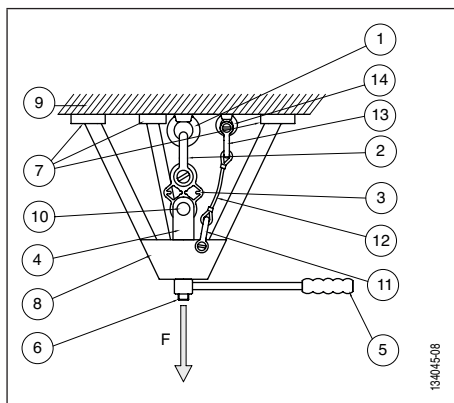
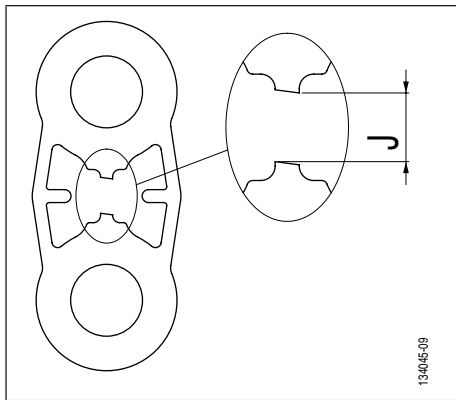

Fig. 6
Fig. 7
⚠ DANGER: Pour tester un point d'ancrage à l'aide de la plaquette de test TA, l'opérateur doit impérativement utiliser un appareil de mise en charge de type trépied à actionnement manuel qui aura été spécifiquement étudié et dimensionné en vue de pouvoir être utilisé pour la mise sous charge de traction sans risque du point d'ancrage à tester (Fig. 6) ou tout autre appareil de mise sous charge de traction de la plaquette de test TA spécialement étudié et dimensionné pour être utilisé en toute sécurité.
L'ensemble des vérifications avant installation décrites ci-dessous, fait référence à la Fig. 6.
L'ensemble de la procédure décrite ci-dessous, fait référence à la Fig. 6.
DANGER: Le jeu 'J' maximum (Fig. 7, page 13) ne doit pas dépasser 15 mm.
1. Augmenter progressivement la charge en agissant sur l'appareil de mise en charge (Fig. 6, page 12, repère 8). L'opérateur devra impérativement regarder en permanence la plaquette afin de pouvoir stopper la mise en charge juste après la rupture de la section 'S' de la plaquette (Fig. 7).
2. A la rupture de la section indicatrice 'S' de la plaquette de test TA (Fig. 7), l'opérateur doit immédiatement stopper son action sur l'appareil de mise en charge au risque de rompre totalement la plaquette.
8. De continuer la mise en charge de la plaquette de test TA après rupture de la section indicatrice 'S' (cf. chapitre 5.2. *Procédure de mise en oeuvre du test de traction*, Fig. 7, page 13).